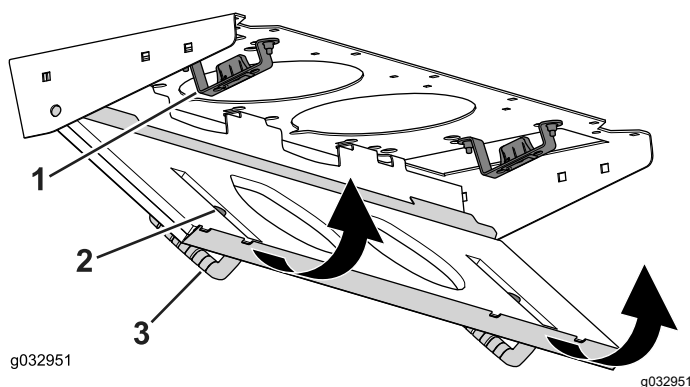

Figure 83
4. Faites pivoter le filtre sur les languettes jusqu'à ce que le pêne s'enclenche dans la gâche (Figure 83).